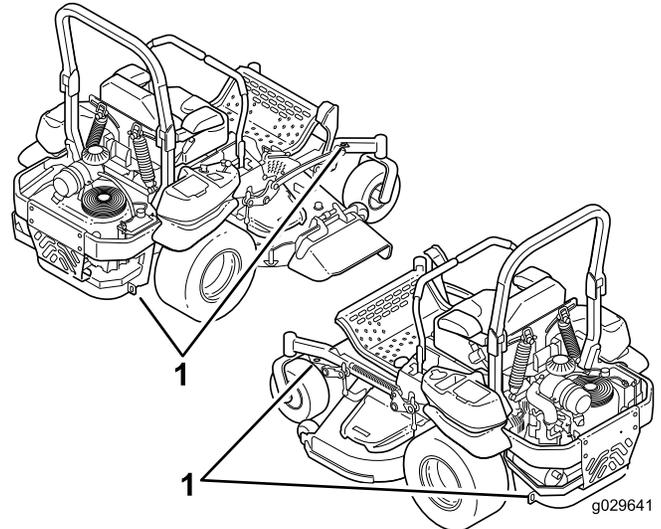

Figure 40
5. Servez-vous des points d'attache de la machine pour l'arrimer solidement sur la remorque ou le véhicule de transport au moyen de sangles, chaînes, câbles ou cordes (Figure 40).